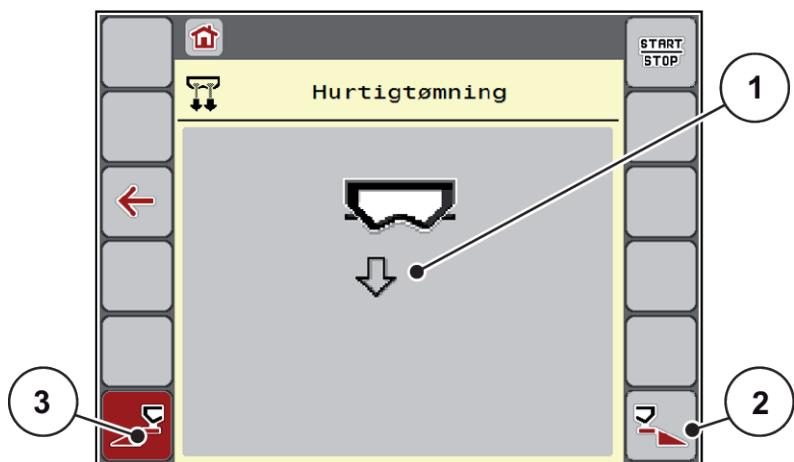

Fig. 20: Menu Hurtigtømning
*Displayet viser den valgte delbredde som symbol (Fig. 20, position [3]).*